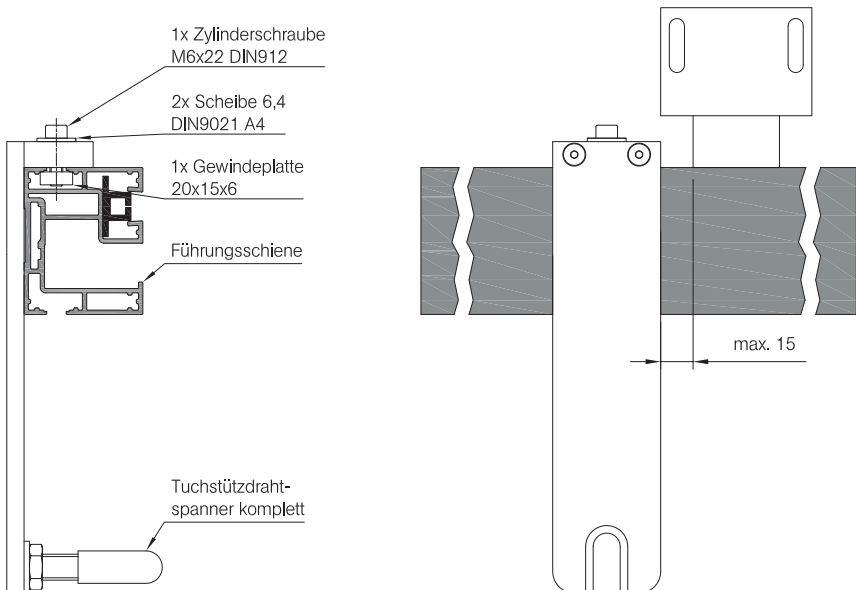

Abb. 13: Tuchstützdrahtwinkel an Führungsschiene befestigen
- » Die Gewindeplatte 20 x 15 x 6 (Abb. 13) muss vor der Montage der Führungsschiene in die obere Gasse der Führungsschiene eingeschoben und in der Nähe eines mittleren Führungsschienenhalters fixiert werden.